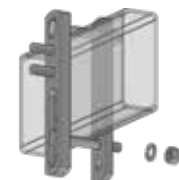

Figure 9
2. Insérez le deuxième boulon de $\frac{1}{2}$ po x $3\frac{1}{2}$ po à travers le trou ouvert situé le plus près du fond du châssis de la remorque. (Figure 9)